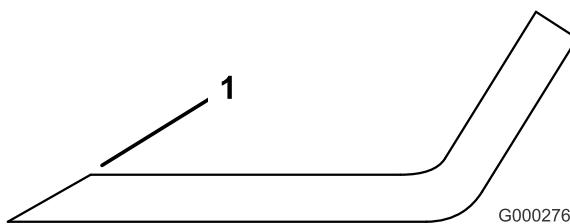

Figure 23
3. Examinez les tranchants de toutes les lames et aiguissez-les s'ils sont émoussés ou ébréchés. N'aiguisez que le haut du tranchant et conservez l'angle de coupe d'origine pour obtenir une coupe nette (Figure 23). Limez la même quantité de métal sur chacun des deux tranchants pour ne pas déséquilibrer la lame.